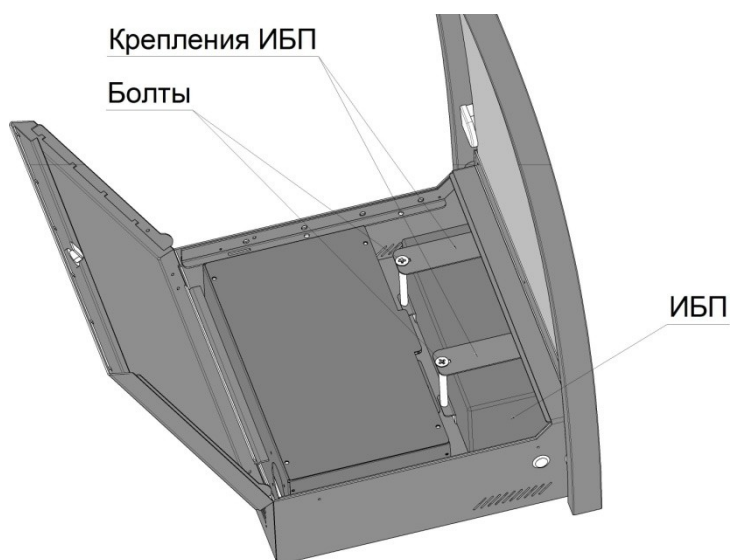

Рис. 11
- Расположить ИБП в скобах, установить крепления и зафиксировать их при помощи болтов (рис. 11)